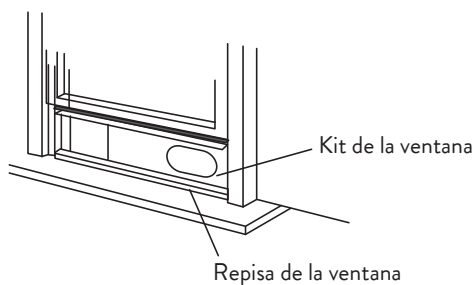

Fig. 6
3. Cortar el sello espumoso (tipo adhesivo) en la longitud correcta y ajustarlo a la parte superior de la ventana. Ver la Fig. 6.